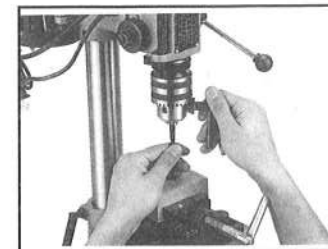

図12
①ドリルをセットするときは、チャック回しでチャックの内径をドリルがスムーズに入る大きさに調整してください。
②次にドリルを差し込み、チャック回しで締めてください。締めるときはドリルをセンターに入れて、チャックの3カ所の穴にチャック回しを入れ、均等に締めつけるようにしてください。図12参照
③穴あけ加工をするときは、パイプ・ワカ等て材料を完全に固定してから作業をするようにしてください。